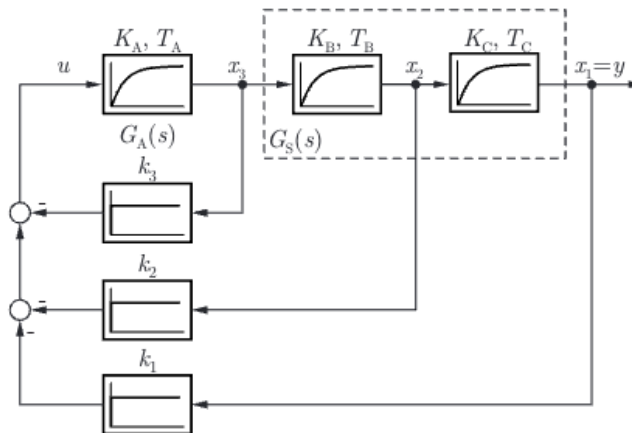

Abbildung 4: Zustandsregelung mit  $\mathbf{k}^T = (k_1, k_2, k_3)$
**Idee der Polvorgabe** Mithilfe der Zustandsrückführung kann man die Polstellen der geschlossenen Regelkreises beliebig vorgeben. In Abbildung 4 ist eine Zustandsregelung mit Proportionalgliedern zu sehen.